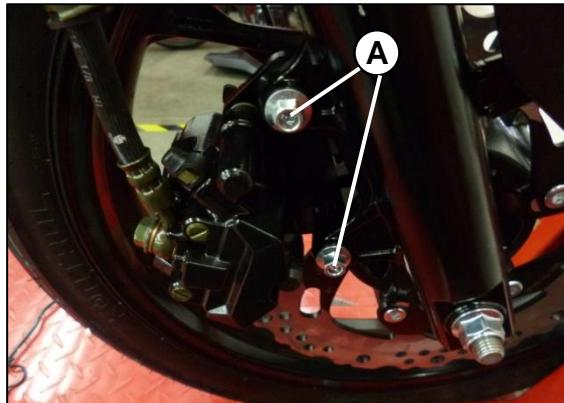

Fig. 01
Desensamble e inspeccione los tornillos del caliper (A). **Fig. 01**